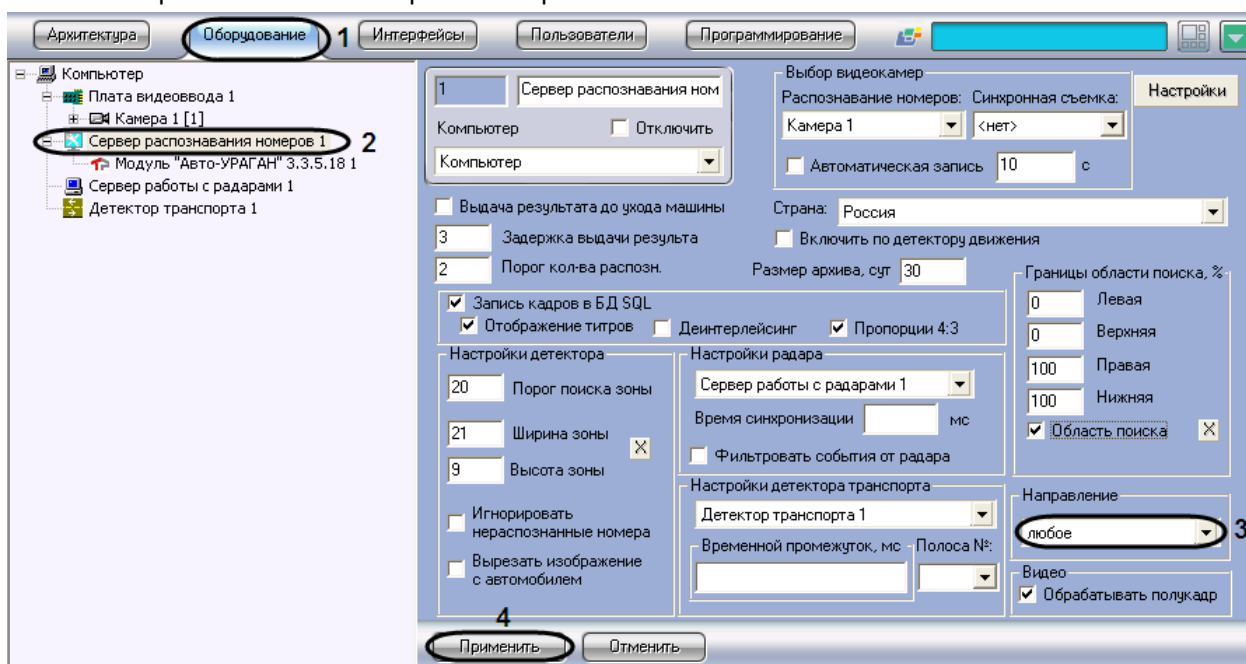

Рис. 7.2-24. Выбор направления движения транспорта для распознавания номерных знаков
1. В диалоговом окне «Настройка системы» перейти на вкладку «Оборудование» (см. Рис. 7.2-24, 1).
2. В дереве объектов на вкладке «Оборудование» выбрать объект «Сервер распознавания номеров», соответствующий активированному программному модулю «Авто-УРАГАН 3.3.5.18» (см. раздел «Активация программного модуля, используемого для распознавания номеров», Рис. 7.2-24, 2). В правой части вкладки «Оборудование» отобразится панель настройки выбранного объекта.
3. Выбрать из списка направление движения транспорта относительно видеокамеры, в котором требуется вести распознавание номеров (см. Рис. 7.2-24, 3).
4. Нажать кнопку «Применить» (см. Рис. 7.2-24, 4).